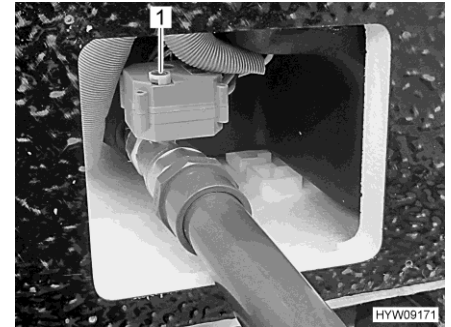

Fig. 158 Molette à réglage (robinet d'évacuation des eaux usées)
- Pour ouvrir le robinet d'évacuation des eaux usées, tirer la molette à réglage (Fig. 158,1) vers le haut et tourner jusqu'en butée dans le sens inverse des aiguilles d'une montre. Le sens de rotation (O pour ouvrir, S pour fermer) est indiqué sur la molette à réglage.
- Pour fermer le robinet d'évacuation des eaux usées, tirer la molette à réglage (Fig. 158,1) vers le haut et tourner jusqu'en butée dans le sens des aiguilles d'une montre.